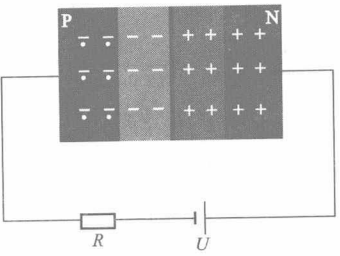

图 1-3 PN 结反向偏置
(2) PN 结反向偏置。给 PN 结加反向偏置电压,即 N 区接电源正极,P 区接电源负极,称为 PN 结反向偏置(简称反偏),如图 1-3 所示。